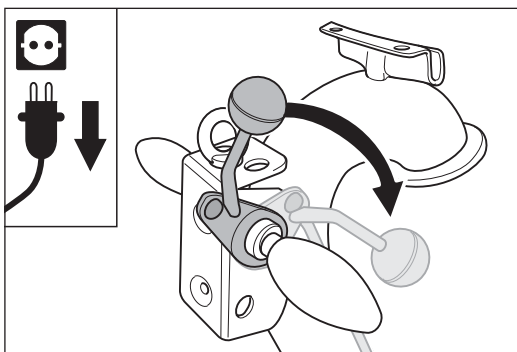

Abb. 47 Den Ablasshebel am Handgriff nach unten drücken. Dadurch wird die Schleifwalze auf den Boden abgesenkt.
- 10 Drücken Sie den Ablasshebel am Handgriff nach unten (Abb. 47). Dadurch wird die Schleifwalze auf den Boden abgesenkt.